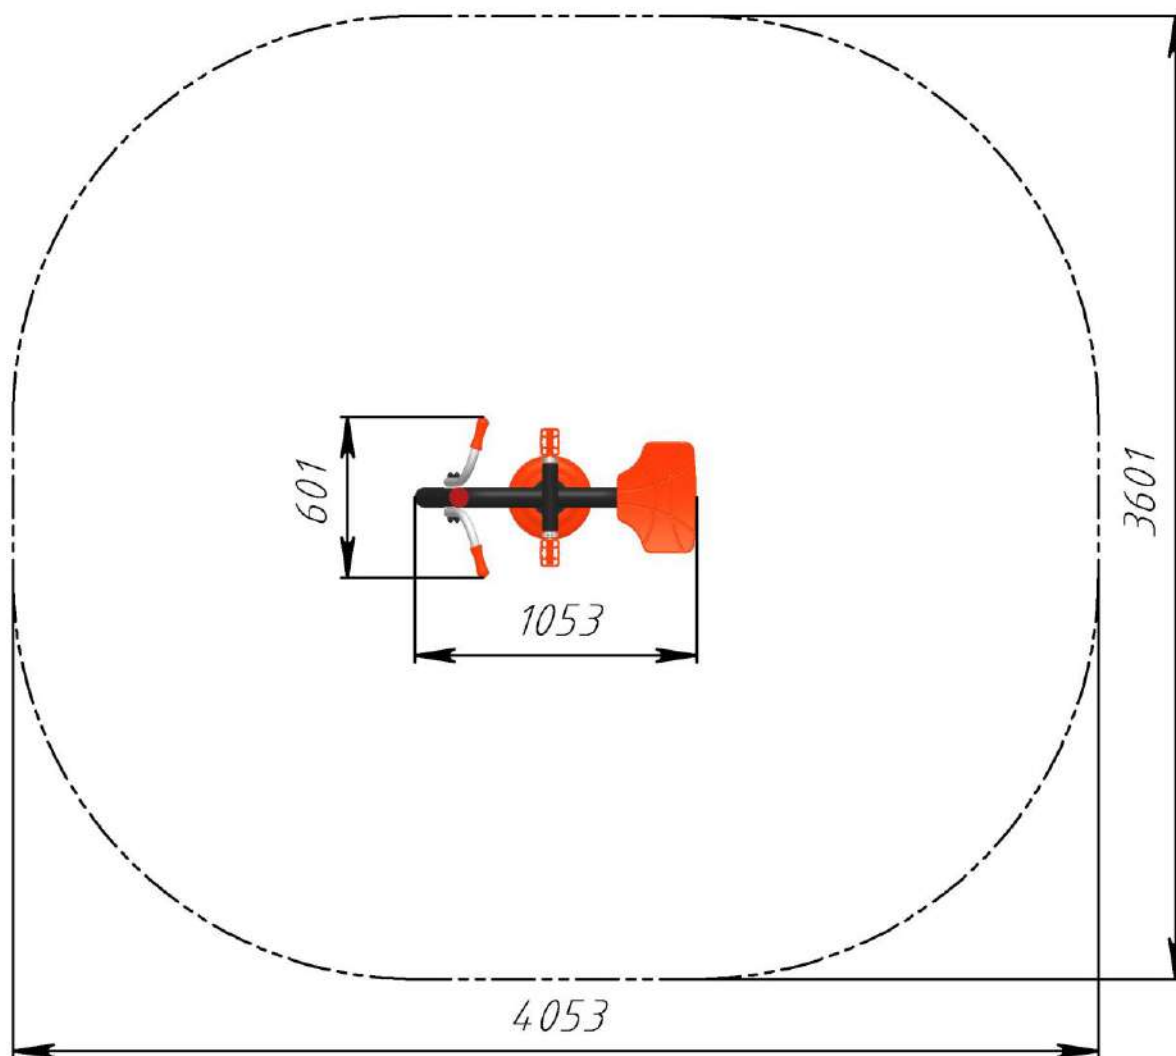

Рис.2 Зона безопасности велотренажера РТР 502Т
3.5. Монтаж тренажера проводится на ровном месте в соответствии с планировкой размещения всего оборудования площадки. При монтаже необходимо обеспечить безопасную зону вокруг тренажера в соответствии с рис. 2.